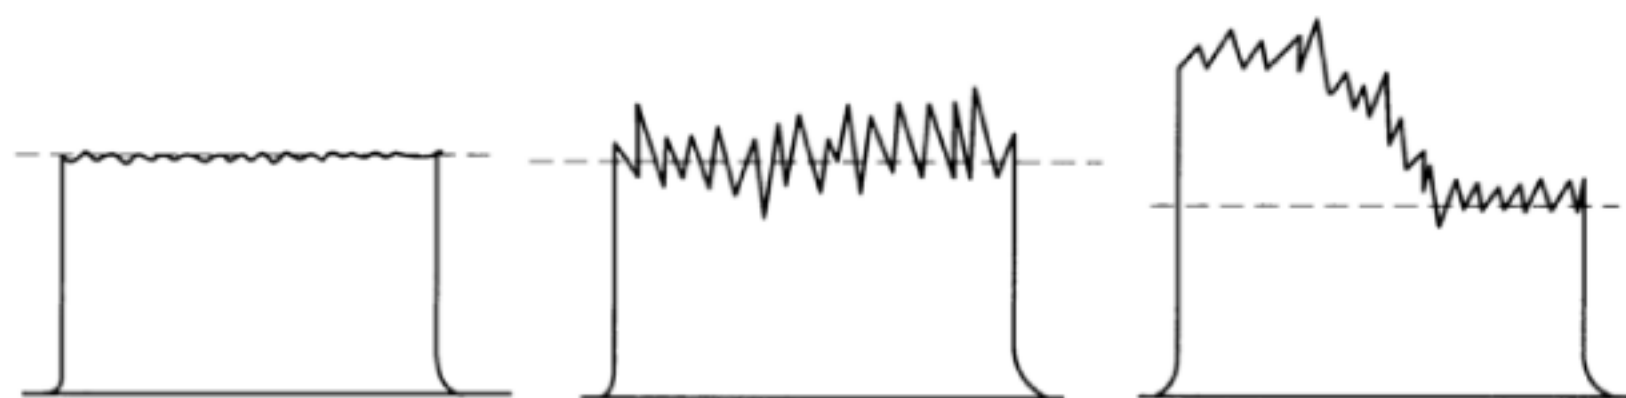

图 2 剥离力典型曲线的取值（虚线示值为试样的平均值）
**试验结果** 参照图 2 三种典型曲线采取其中相近的一种取值方法，算出每个试样平均剥离强度。每组试样分别计算其纵、横向剥离强度算术平均值为试验结果，取两位有效数字，单位以  $\text{N}/15\text{ mm}$  表示。